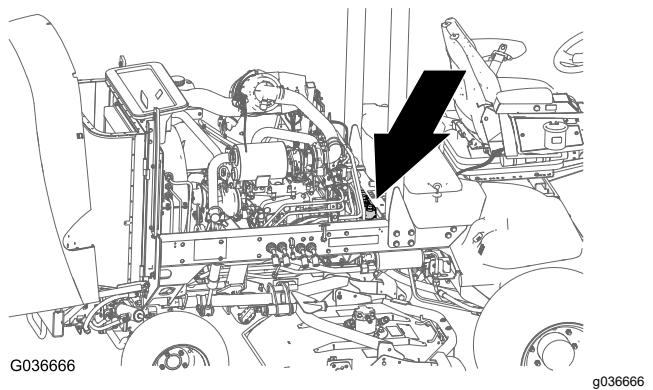

Bild 67
1. Öffnen Sie die Motorhaube und ermitteln Sie die Sicherheitsventile (Bild 67), die sich oben an der Pumpe, hinter dem Batteriekasten bzw. Ablagefach befinden.